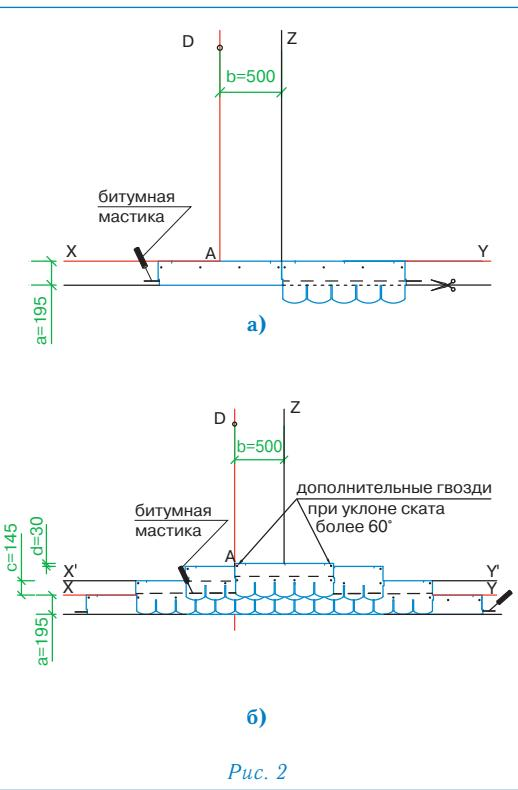

Рис. 2
### Укладка материала (рис. 2)
- Начальный ряд формируется из листов черепицы ТРАДИШНЛ ПРАГА обрезанных по линии, образованной конечными точками вырезов. Полученные таким образом полосы шириной 19,5 см укладываются по линии карниза в обе стороны от линии Z (рис. 2а) и фиксируются по нижнему краю битумной мастикой, а по верхней кромке 4 гвоздями (ось гвоздей на 5 см ниже верхнего края полосы);
- далее первый ряд черепицы укладывается от линии AD (рис. 2б);